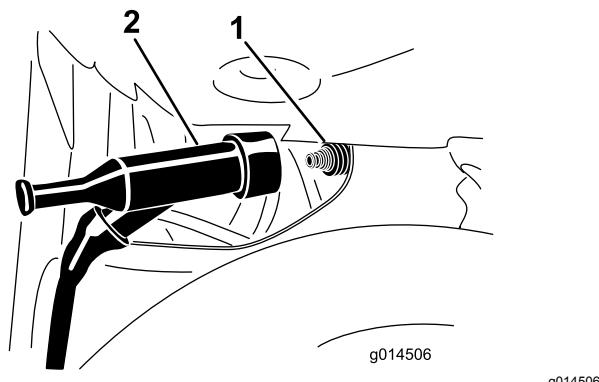

Figura 48
- Desconecte el cable de la bujía del terminal de la bujía (Figura 48).
4. Conecte el cable de la bujía a presión en el terminal de la bujía (Figura 48).